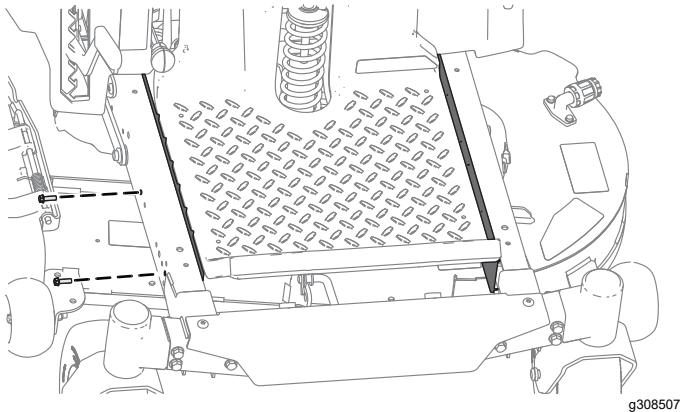

Figura 3
2. Rimuovete le protezioni da entrambi i lati del telaio (Figura 3).